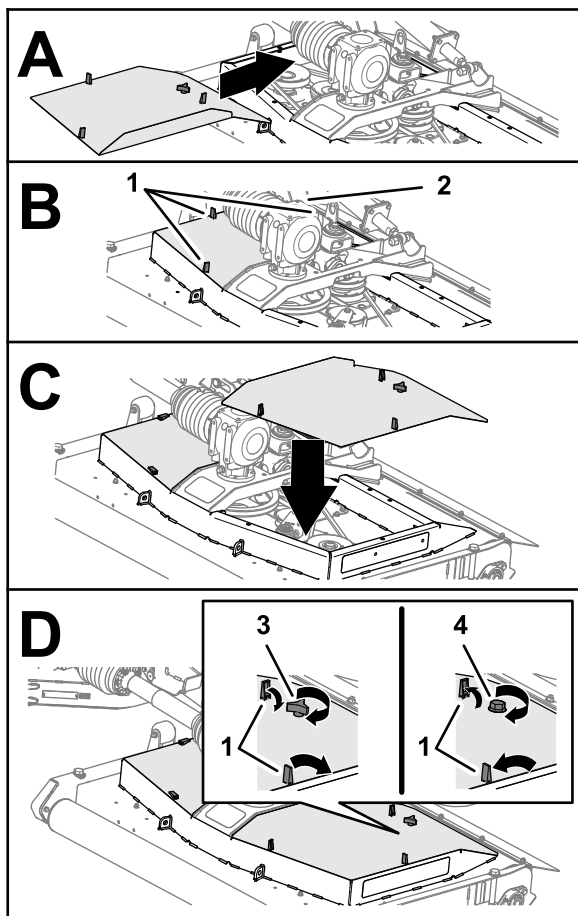

Рисунок 47
1. Совместите защелки крышки деки газонокосилки с отверстиями в деке газонокосилки (Рисунок 47).
2. Установите крышку на деку газонокосилки (Рисунок 47).
3. Закрепите крышку (Рисунок 47) следующим образом:
4. Прикрепите крышку деки газонокосилки, зафиксировав 3 защелки (Рисунок 47).
5. Повторите действия, описанные в пунктах 1–4, для других снятых крышек (Рисунок 47).